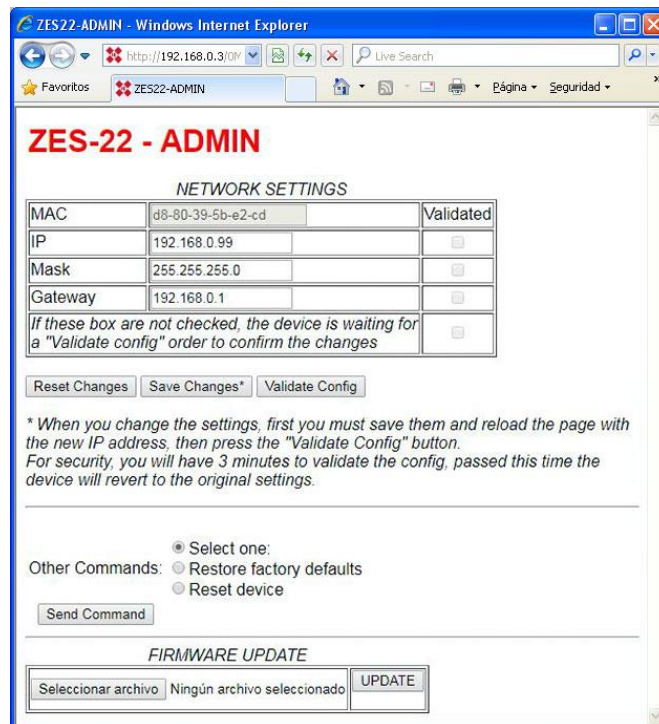

Abbildung 9: System-Zugang
Am unteren Rand der Konfigurations-Seite in Abbildung 9 ist das Feld für Firmware Update zu erkennen. Beschreibung der einzelnen Schritte des Vorgangs:
4. Nach Update und Neustart des Gerätes mit der neuen Firmware erscheint die Konfigurations-Seite aus Abbildung 9 erneut.